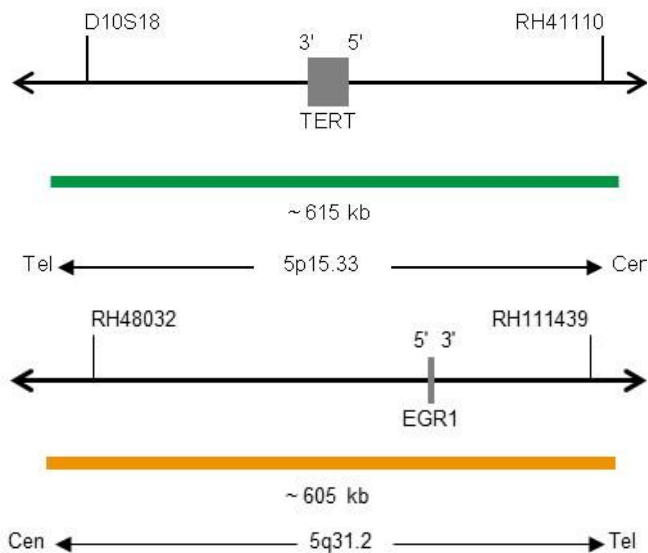

Abb. 1: Oben: SPEC TERT Sondenlokalisierung; Unten: SPEC 5q31 Sondenlokalisierung (nicht maßstabsgetreu)
- ZyGreen (Anregung 503 nm/Emission 528 nm) markierten Polynukleotiden (~10 ng/ μ l), die gegen Sequenzen in 5p15.33* (chr5:974,089-1,588,209) gerichtet sind, welche die TERT-Genregion enthalten (siehe Abb. 1).
- ZyOrange (Anregung 547 nm/Emission 572 nm) markierten Polynukleotiden (~4,5 ng/ μ l), die gegen Sequenzen in 5q31.2* (chr5:137,394,637-137,999,163) gerichtet sind (siehe Abb. 1).